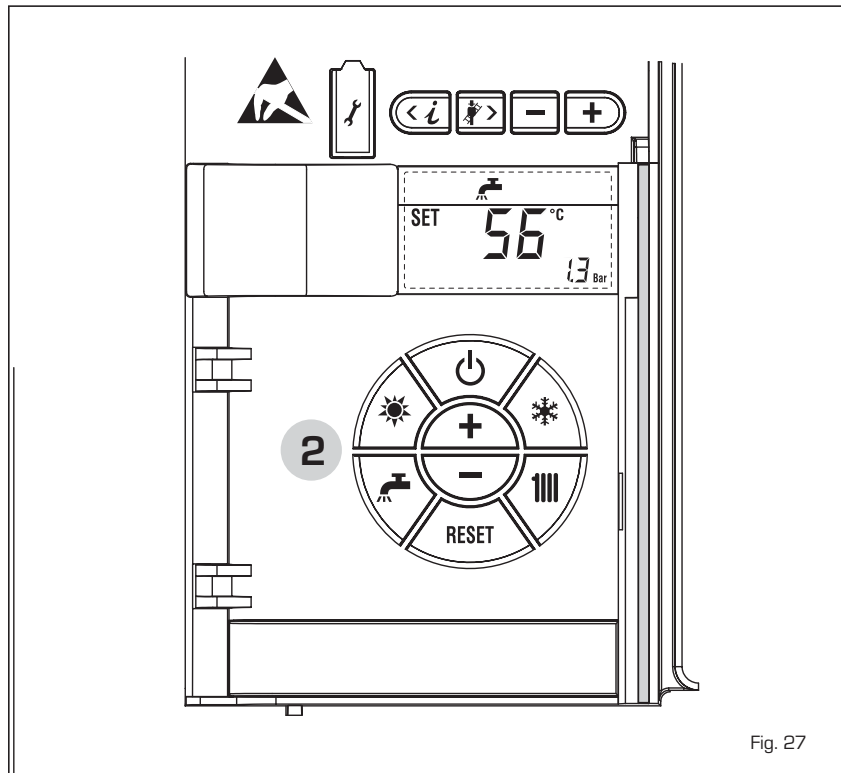

Fig. 27
**REGULACIÓN DE LA TEMPERATURA DEL AGUA SANITARIA (fig. 27)**